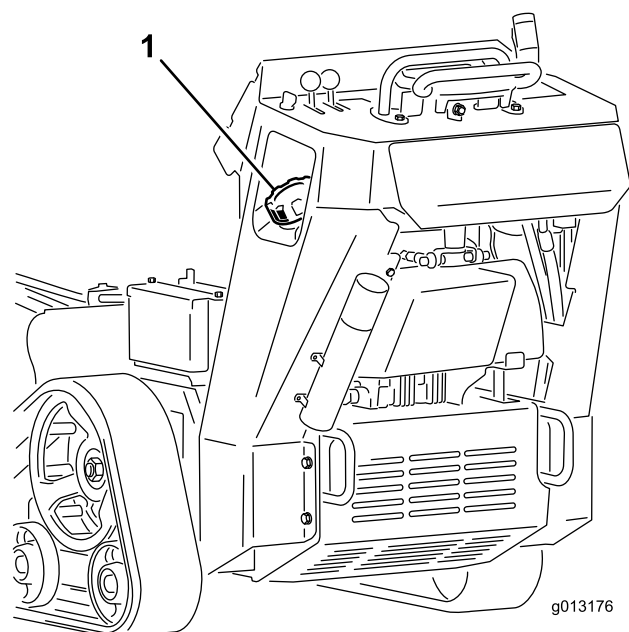

図 16
3. 燃料キャップの周囲をきれいに拭いてキャップを外す **図 16**。